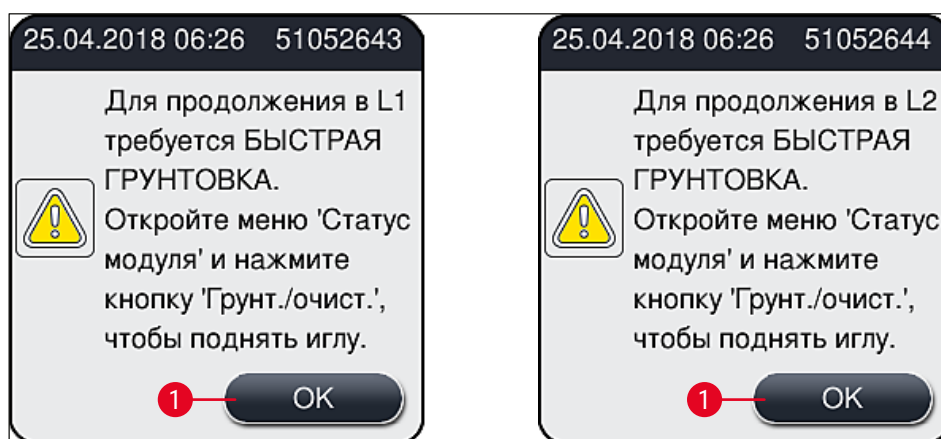

Рис. 51
- ① По окончании фазы инициализации на экране появляется главное меню (→ Рис. 19), а также сообщение для пользователя (→ Рис. 51), указывающее на необходимость выполнения процедуры **Быстрая промывка** на используемой линии заключения под покровное стекло. Подтвердите сообщения нажатием **ОК** (→ Рис. 51-1) и следуйте указаниям в (→ с. 128 – 7.3 Подготовка системы шлангов для промывки и очистки).